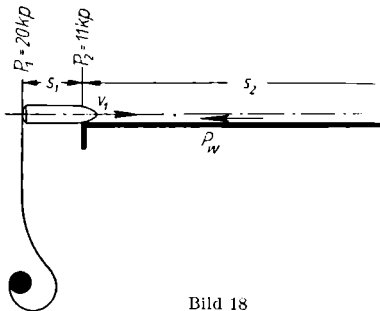

Bild 18
21. Das Schiffchen eines Webstuhles wird durch eine Feder angetrieben. Die Federkraft ändert sich mit dem Ausschlag der Feder von $P_1 = 20 \text{ kp}$ auf $P_2 = 11 \text{ kp}$. Der Ausschlag beträgt $s_1 = 0,21 \text{ m}$. Das Weberschiffchen wiegt $1,5 \text{ kp}$ und legt einen Weg $s_2 = 2,2 \text{ m}$ zurück. Auf diesem Weg erfährt es einen gleichbleibenden Widerstand $P_w = 0,1 \text{ kp}$ (Bild 18).